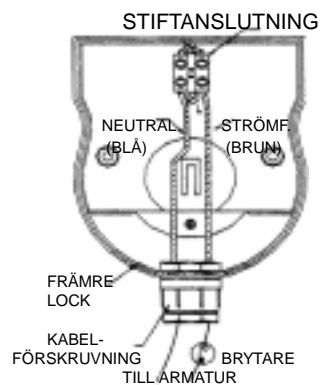

FIG. 9
- (2a) Gör ett hål i den tunna plasten på undersidan (markerad) och dra kabeln genom en kabelförskruvning (ej medföljande) för att ansluta till stiftanslutningen. (fig. 9)